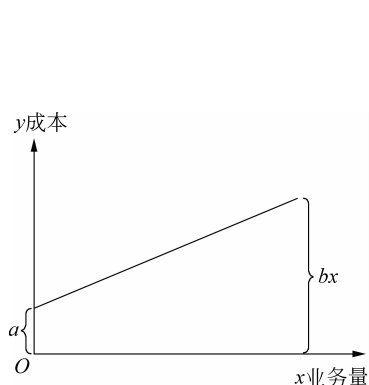

图 3-4 半变动成本
(2) 半变动成本。半变动成本是指在有一定初始量基础上,随着产量的变化而呈正比例变动的成本。这些成本的特点是它通常有一个初始的固定基数,在此基数内与业务量的变化无关,这部分成本类似于固定成本,在此基数之上的其余部分,则随着业务量的增加成正比例增加,如图 3-4 所示。可以用固定电话的座机费作为例子进行理解,固定电话即使一